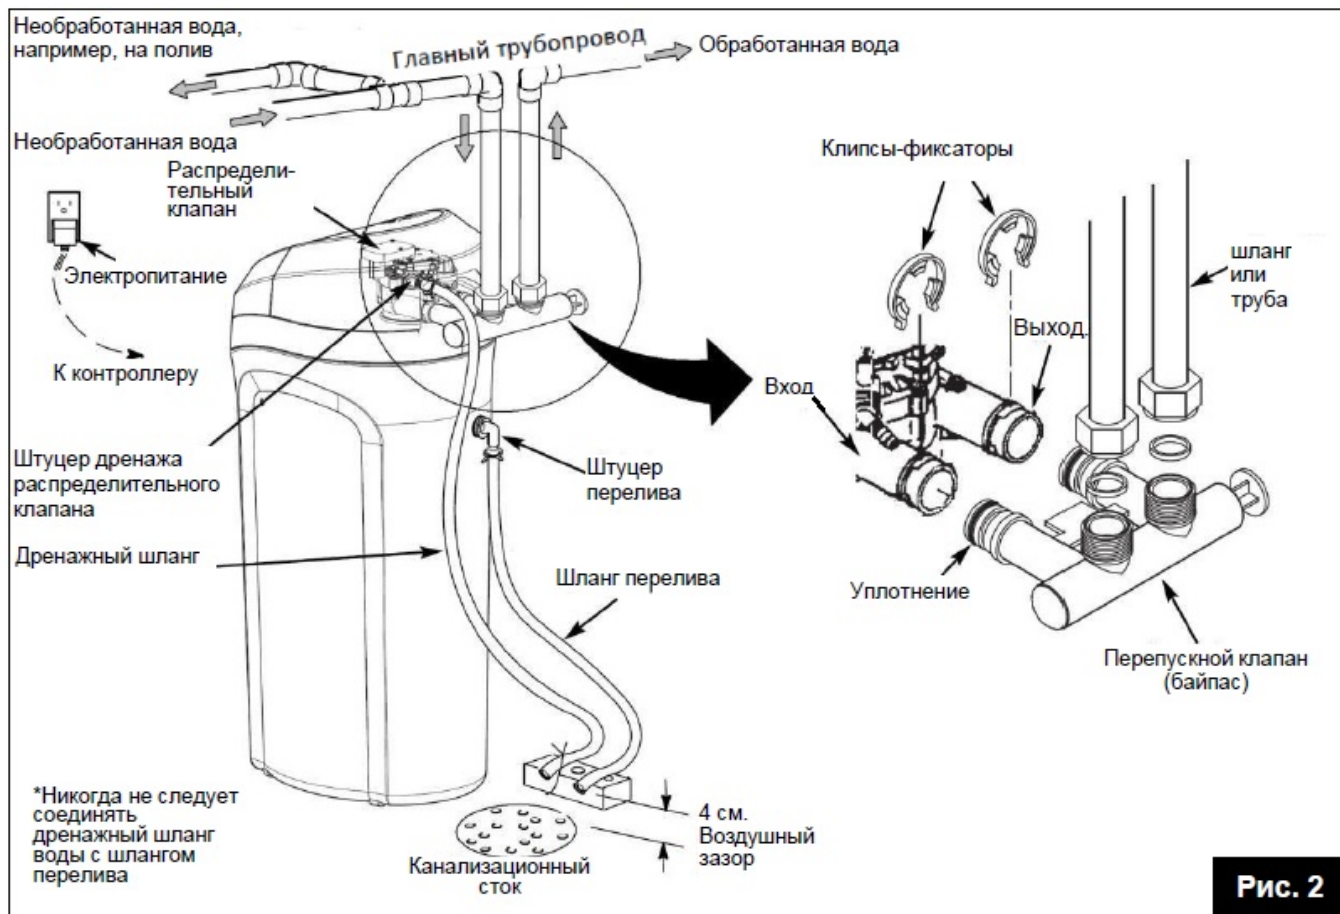

Рис. 2
- С целью подключения к устройству системы дренажа управляющего клапана, следует использовать шланг, который может поставляться вместе с устройством, другой толстостенный шланг подходящего диаметра или жесткий трубопровод. Один его конец надвинуть на выпускной патрубок дренажа, находящийся в задней части управляющего клапана, второй - поместить в небольшой канализационный колодец (см. рис. 2). Между концом шланга и отверстием стока воды должен быть промежуток мин. 4 см. Это предотвратит возможности всасывания нечистот через устройство.
- Резиновую муфту вставить в отверстие рассольного бака (сзади) так, чтобы часть ее находилась внутри, а часть - снаружи бака (рис.2);